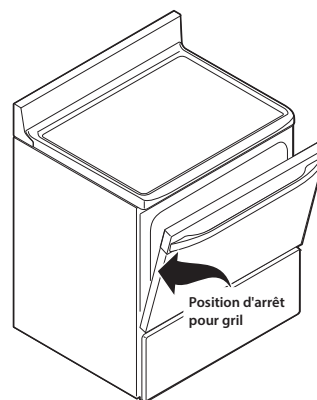
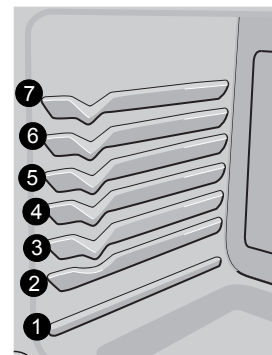

Fig. 48 Porte fermée pour la cuisson au gril normale
Fig. 49 Positions des grilles
2. Placez la grille de four intérieure selon les recommandations de position de grille. Reportez-vous au tableau 1 et à la figure 49. Assurez-vous de placer la casserole contenant la viande directement sous l'élément du gril. **Laissez la porte du four entrouverte** en position gril (figure 48).